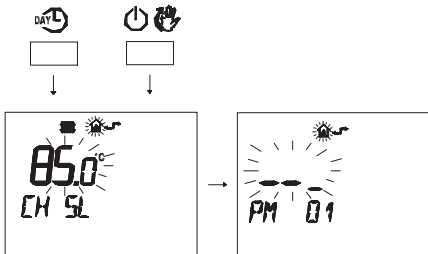

Figura 5.73
- Premere contemporaneamente i pulsanti e per entrare nella programmazione trasparente (Figura 5.73).